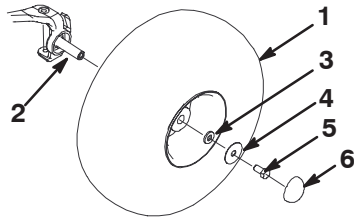

Bild 3
4. Montieren Sie die Räder mit den vorher entfernten Befestigungsteilen (Bild 3) und ziehen Sie die Schrauben mit 183–224 Nm fest.